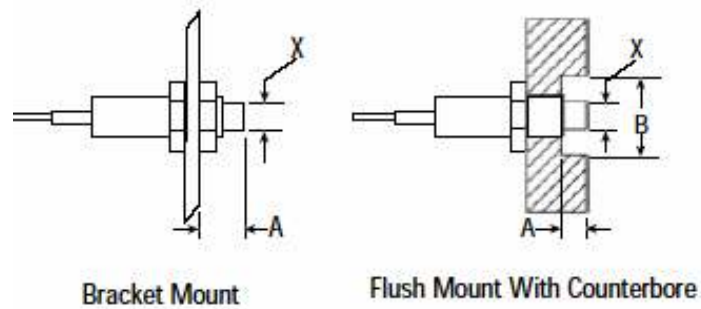

図2. センサの固定方法
- 3) プローブを測定箇所固定して、プローブケーブルをドライバまで適切な箇所に配線します。ケーブルの切断、ケーブルが物に挟まれないように注意してください。(図 2、図 3 参照)